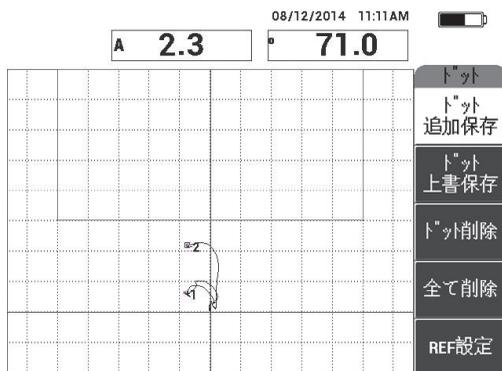

図 6-41 2 番目のドットが記録されます。
- 2 番目の剥離部の上でプローブをゆっくりと滑らせ、**ドット追加保存**（A キー）を押して 2 番目のドットを記録します（162 ページの図 6-41 参照）。